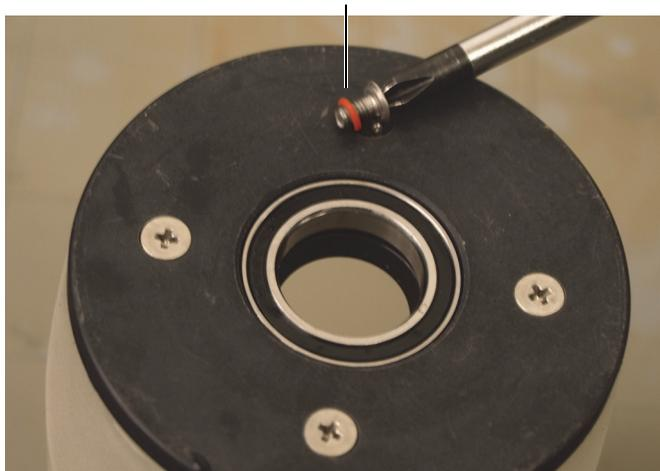

Figure 6-14 Retrait des vis de fixation du moyeu sans régulateurs de débit
1. Retirez les quatre vis de fixation externes du moyeu sans régulateurs de débit situé du côté opposé au câble de sonde (Figure 6-14 à la page 94).